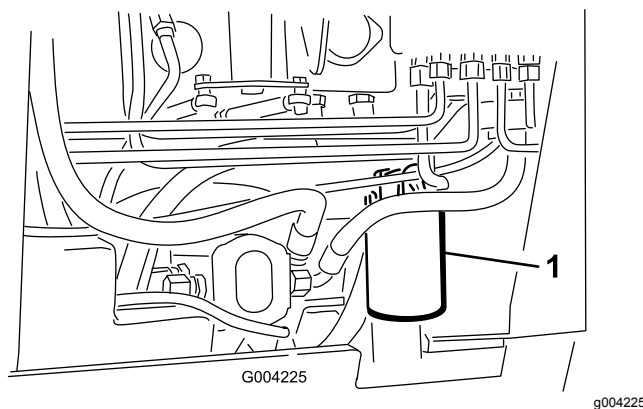

Figure 60
- Placez un bac de vidange sous le filtre (Figure 60).
- Enlevez le filtre à huile usagé (Figure 60) et essuyez la surface du joint de l'adaptateur.
- Montez le filtre de rechange sur l'adaptateur (Figure 60). Tournez le filtre dans le sens horaire jusqu'à ce que le joint rejoigne l'adaptateur, puis donnez $\frac{3}{4}$ de tour supplémentaire.